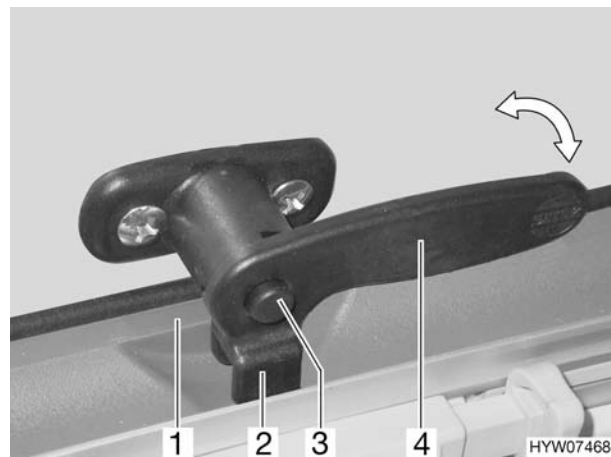

Fig. 21 Finestra apribile, maniglia chiusa
- Premere il bottone di sicurezza (Fig. 21,3) e mantenerlo premuto.
- Posizionare la maniglia della finestra (Fig. 21,4) in verticale o ruotarla di un quarto di giro verso il centro della finestra.
- Posizionare la maniglia della finestra (Fig. 21,4) in orizzontale o ruotarla di un quarto di giro verso il telaio della finestra. La forchetta (Fig. 21,2) della maniglia della finestra si trova completamente sul lato interno della chiusura della finestra (Fig. 21,1).